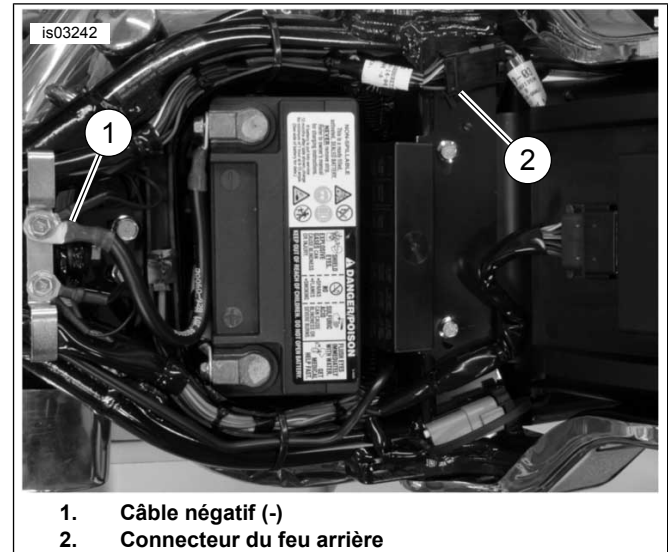

Figure 1. Connecteur de câble négatif de la batterie et feu arrière
2. Voir la Figure 1. Débrancher les câbles de la batterie, en commençant par le câble négatif (-).